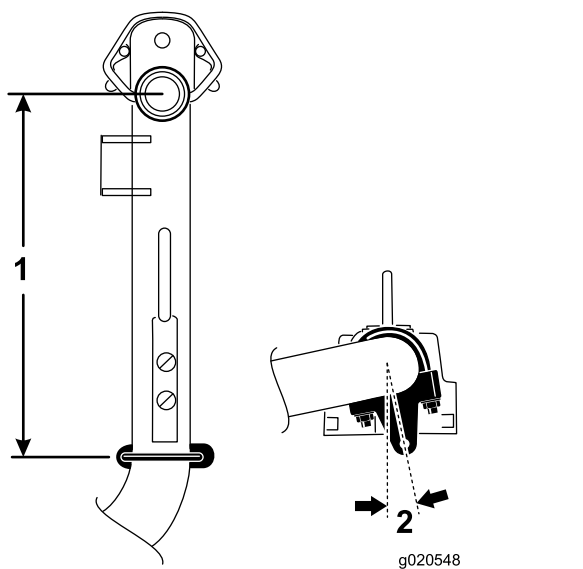

Figure 7
5. Sur les bras de levage n° 6 et 7, positionnez les supports et les étriers filetés à 37 cm derrière l'axe du pivot (Figure 7).